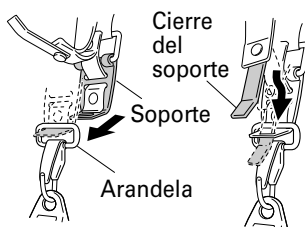

Fig. 13
- (3) Para volver a unirla al aparato de jardinería inserte el soporte en la arandela e inserte el cierre en la arandela y páselo por la abertura del soporte. (Fig. 13)